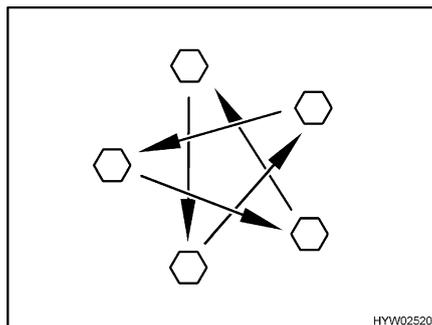

Fig. 162 Apretar las tuercas o los tornillos de las ruedas en forma de cruz
- Comprobar periódicamente que las tuercas o tornillos de las ruedas estén firmemente apretados. Reajustar en forma de cruz (Fig. 162) las tuercas o tornillos de las ruedas después de cambiar una rueda, al cabo de 50 km.